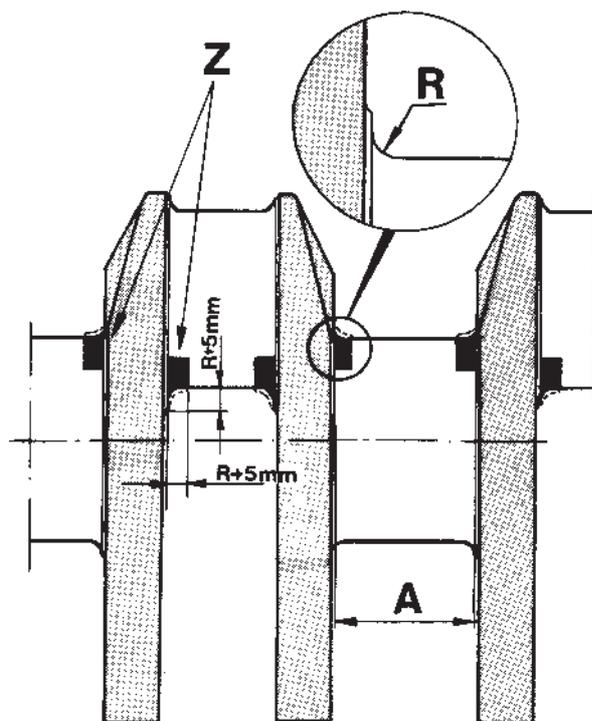

Fig. 89. Vilebrequin
- des fissures longitudinales dans les zones marquées Z, figure 89.
2. Veiller à ce que les rayons de congé ont des cotes correctes, $R = 4,2$ à $4,4$ mm pour la série 60 et $3,75$ à $4,00$ mm pour la série 70 ainsi que la forme et le fini de surface. Mesurer le rayon avec un calibre à rayon. La forme doit être conforme à la figure 89. Aucune marque de rectification ni des bords acérés ne doivent être actuels ceci pouvant entraîner la rupture du vilebrequin.
3. La rectification du tourillon central exige une attention particulière lorsqu'il s'agit de la cote de largeur pour le palier pilote A, figure 89. Les cotes sont données dans les « Caractéristiques techniques », à la page 11.